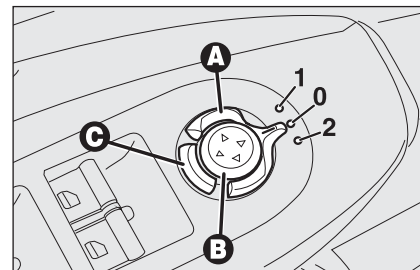

fig. 39
Sélectionner, à l'aide du dispositif **A-fig. 39**, le rétroviseur désiré:
En cas de nécessité (par exemple quand l'encombrement du rétroviseur crée des difficultés dans un passage étroit) on peut plier les rétroviseurs en appuyant sur le bouton **C-fig. 39**.
Pour ramener les rétroviseurs en position de marche, appuyer de nouveau sur le bouton **C-fig. 39**.
- tourner le sélecteur **A-fig. 39** en position **2** (sélection rétroviseur côté passager);
Procéder comme suit: insérer la clé électronique dans le dispositif de démarrage, insérer la marche arrière, avec une vitesse avant ou bien en tourner le sélecteur **A-fig. 39** en position **2** (sélection rétroviseur côté passager).
Le rétroviseur reviendra automatiquement à la position initiale après environ 10 secondes du débrayage de la marche arrière, immédiatement après le dépassement de 10 km/h avec une vitesse avant ou bien en tourner le sélecteur **A-fig. 39** en position **0**.